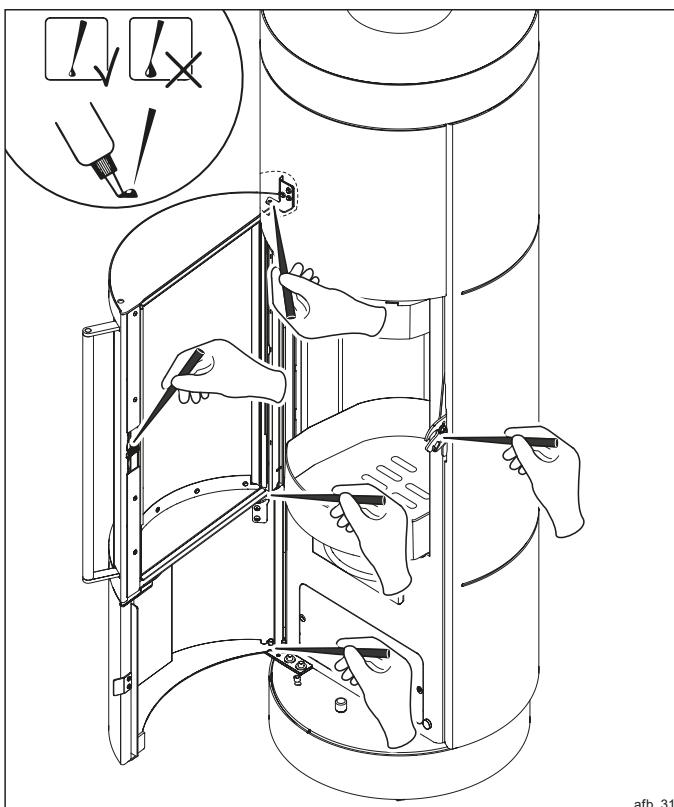

afb. 25
- ▶ Zorg er bij het monteren van de afdichting voor dat deze niet doorhangt en iets wordt samengedrukt (afb. 25).